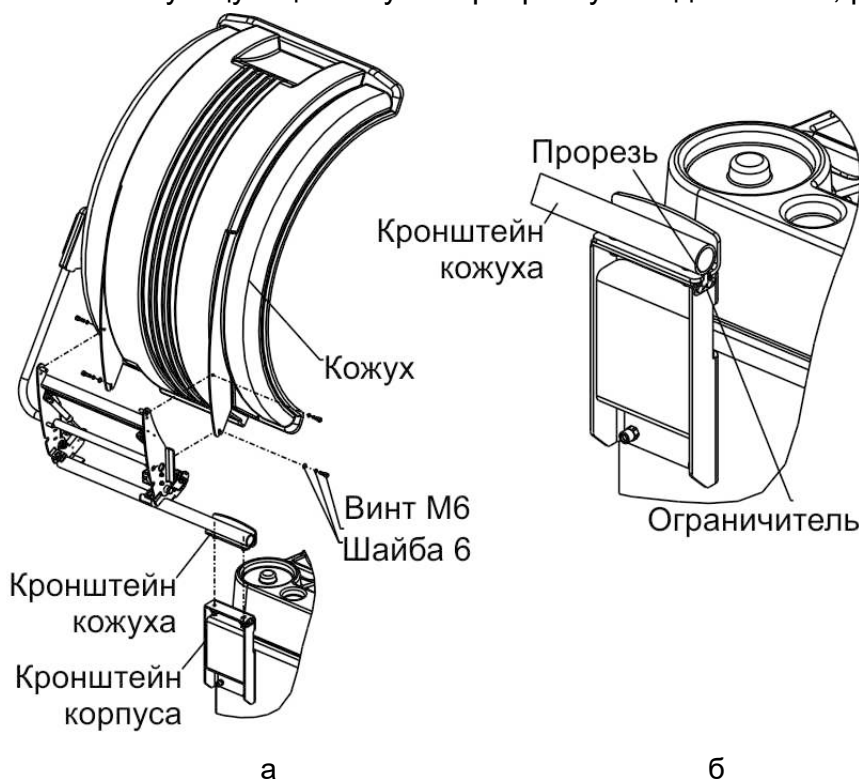

Рисунок 4.4
4.2.4 Кронштейн кожуха (рисунок 4.4 а) установить на кронштейн корпуса и зафиксировать гайками М8 с шайбами. При этом ограничитель необходимо совместить с прорезью, в кронштейне кожуха (рисунок 4.4 б).